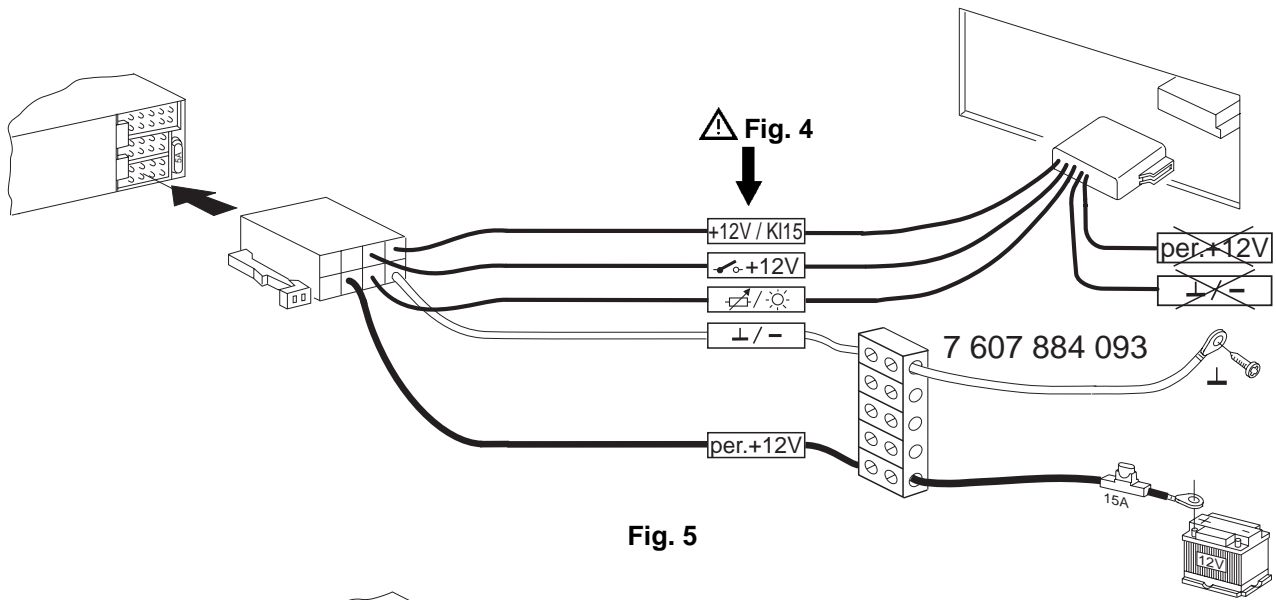

Fig. 5
- Plus-/Minus-Anschluß mit Kfz.spezifische Adapterkabel Fig. 5
Positive/negative connection with vehicle-specific adapter cable Fig. 5